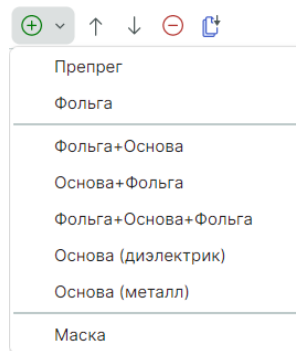

Рис. 3 Выбор конструктивного элемента
2. В выпадающем списке выберите конструктивный элемент, см. Рис. 3.
3. Сохраните изменения, нажав «Сохранить» или «Сохранить все» на панели инструментов «Общие», см. Рис. 3.